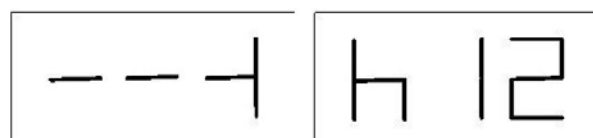

Fig28
- Bring ventilen til 12-timers position og tryk på [P4] for at fortsætte. I dette tilfælde vil meddelelsen vist i Fig28 blive vist.